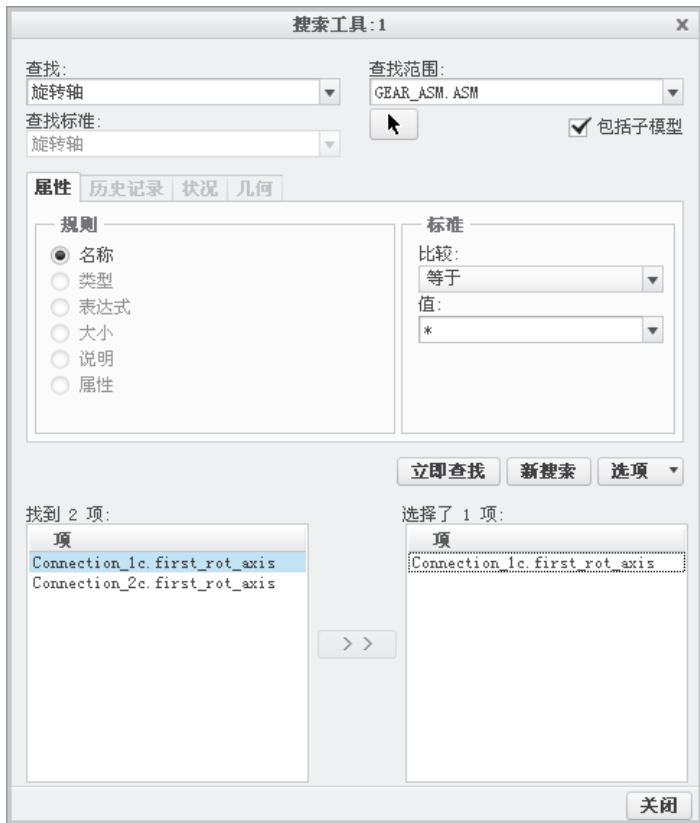

图 9.6.12 “搜索工具”对话框
- (1) 单击 **工具** 功能选项卡 **调查** 区域中的“查找”按钮.
- (2) 系统弹出图 9.6.12 所示的“搜索工具”对话框，进行下列操作：